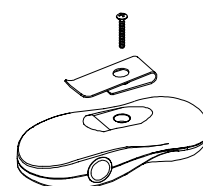

Abb. 5. Gürtel-Clip befestigen
Im Lieferumfang jedes Handsenders ist ein Gürtel-Clip enthalten, der wahlweise am Gerät befestigt werden kann (siehe Abb. 5).
**Hinweis:** Wenn der Benutzer den Gürtel-Clip (im Lieferumfang enthalten) benötigt, so sollte dieser wie in Abb. 5 gezeigt positioniert und dann die Schraube durch die Bohrung im Clip gedreht werden.